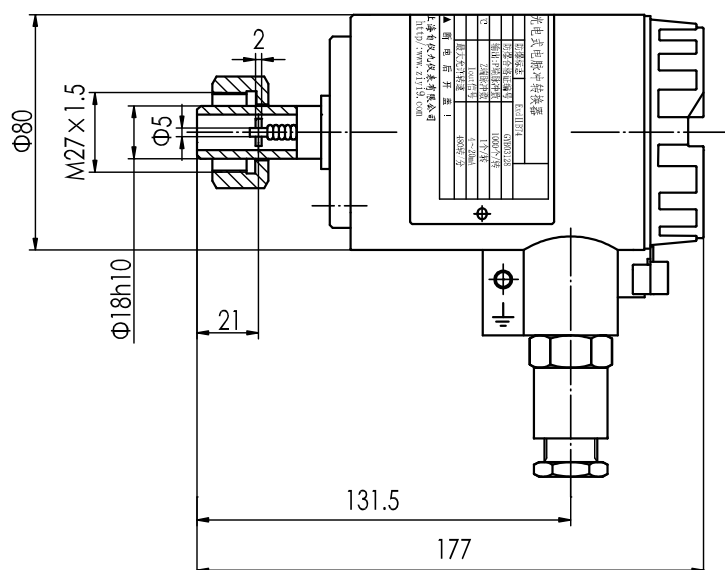

图 2 转换器外型尺寸及安装图
- 5. 外形尺寸 见图 2
1. 外形尺寸：（见图 2）
(1) 转换器的安装(见图 2)